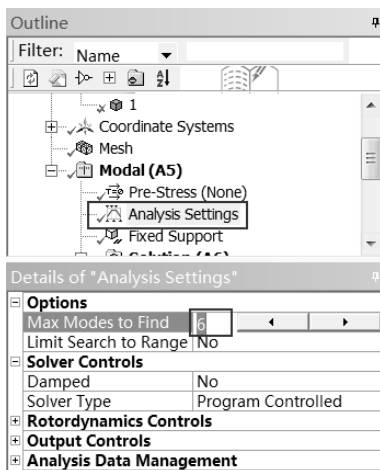

图 6-32 修改模态数量选项
Step11：选择 Outline（分析树）中 Modal（A5）下的 Analysis Settings（分析设置）选项，在图 6-32 所示的 Details of “Analysis Settings” 下面的 Options 中有 Max Modes to Find 选项，在此选项中可以修改模态数量。